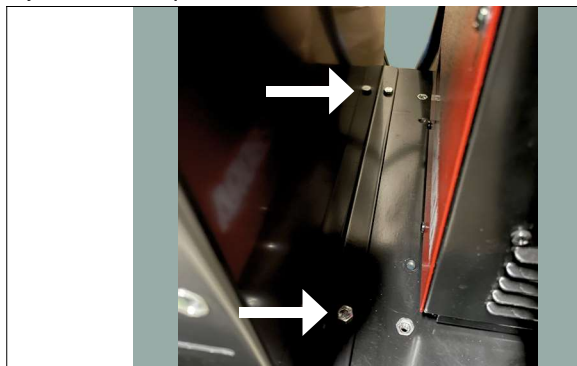

Fig. 16
Fissare il nuovo porta bombola al fondo del carrello come indicato in fig.16 e 17
*Fix the new cylinder holder to the bottom of the wire feeder unit as indicated in fig.16 and 17*
Fijar el nuevo portabombona al fondo del carro arrastrahilo como se indica en las fig.16 y 17